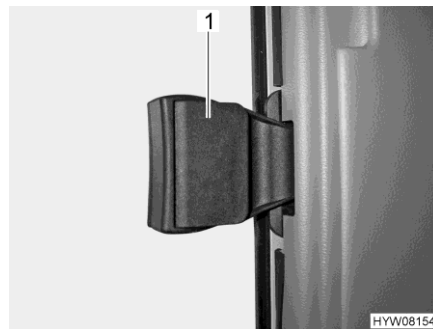

Fig. 59 Ventana del acompañante
- Abatir el tirador (Fig. 59,1) hacia fuera.